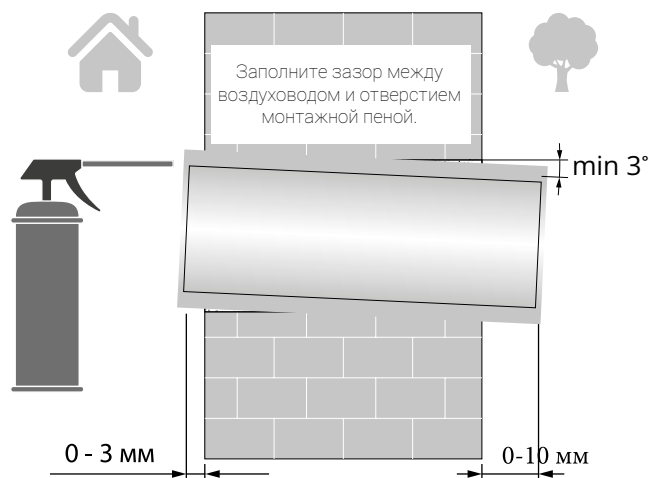

Рис. 6
2. Установите воздуховод в стене. С наружной стороны стены воздуховод должен выступать на расстояние 0-10 мм, необходимое для установки наружного вентиляционного колпака (см. рис. 6). Установите воздуховод в